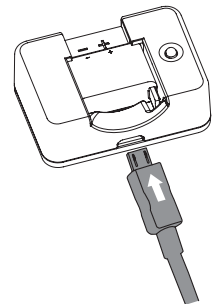

Abbildung 8
2. Führen Sie das kleine Ende des Kabels in das Ladegerät der Pumpe ein, wie in Abbildung 8 dargestellt. Das große Ende des Kabels sollte in das PDA-Ladegerät eingesteckt werden.